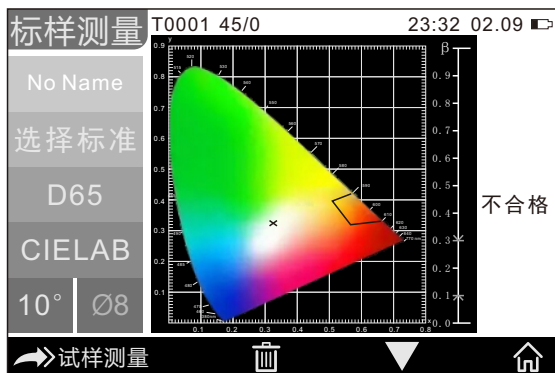

图8B 交通路标信息界面
若系统设置的交通路标测量是关闭状态，图7中的“选择标准”会置灰，点击快捷键无反应；若系统设置的交通路标测量是打开状态，图7中的“选择标准”会正常显示，点击快捷键会进入交通路标选择界面。图8A光谱显示界面也会变成交通路标信息，如图8B所示。
(16) β ：交通路标亮度因数，只要测定数值在设定范围内才提示合格，否则不合格。如图8B所示。
点击“▼”进行翻页，可在如图8B所示界面查看测量标样的色品坐标是否在交通路标标准的多边形内，以及β值是否在交通路标标准的β值允许范围内，两项均符合才认为合格，否则不合格。